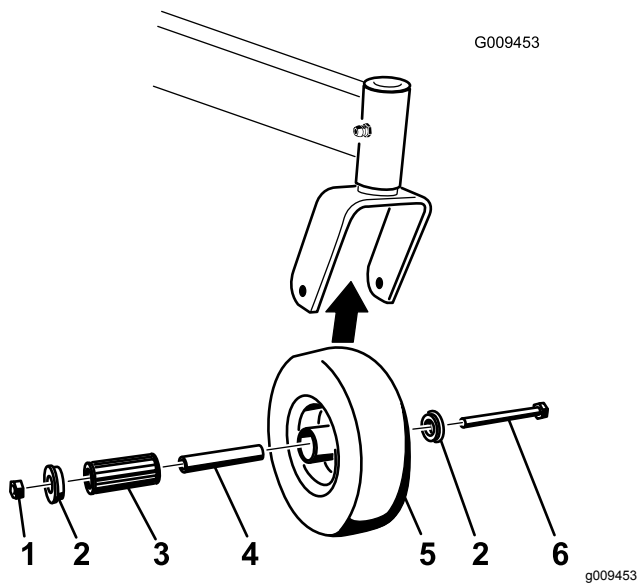

Bild 60
1. Entfernen Sie die Sicherungsmutter und die Radschraube, mit denen das Laufrad an der Laufradgabel befestigt ist (Bild 60).
- Entfernen Sie eine Büchse und ziehen dann die Spannbüchse sowie das Rollenlager aus der Radnabe heraus (Bild 60).
- Entfernen Sie die andere Büchse aus der Radnabe und entfernen Sie Fett- und Schmutzrückstände von der Nabe (Bild 60).
Hinweis: Tauschen Sie abgenutzte und beschädigte Teile aus (Bild 60).
- Stecken Sie eine Büchse in die Radnabe (Bild 60).
- Fetten Sie das Rollenlager und die Vierkantbüchse ein und schieben beide in die Radnabe (Bild 60).
- Stecken Sie die zweite Büchse in die Radnabe (Bild 60).
- Bringen Sie das Laufrad in der Laufradgabel an und befestigen Sie es mit der Radschraube und Sicherungsmutter (Bild 60).
- Ziehen Sie die Sicherungsmutter so weit fest, dass die Vierkantbüchse auf die Innenseite der Laufradgabeln trifft (Bild 60).